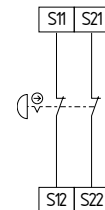

Fig. 8
**Circuit d'arrêt d'urgence à 2 canaux avec organes de commande selon EN ISO 13850 et EN 60947-5-5 (Fig. 8)**